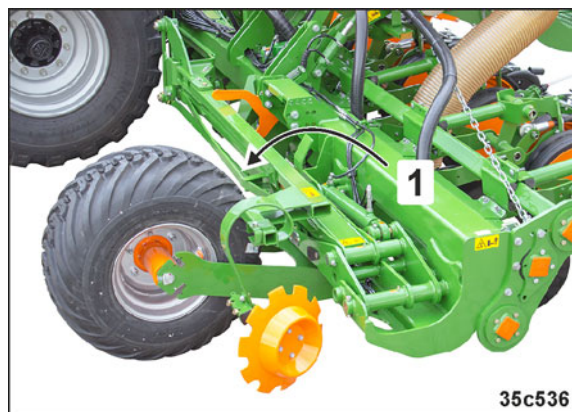

Fig. 277
- Begge spormarkører klapper i transportstilling (Fig. 277/1).